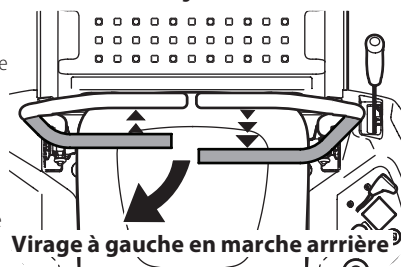

Figure 31
- Pour tourner à gauche en marche arrière, poussez la barre de conduite gauche vers l'avant et tirez la barre de conduite droite vers vous. Voir Figure 31.